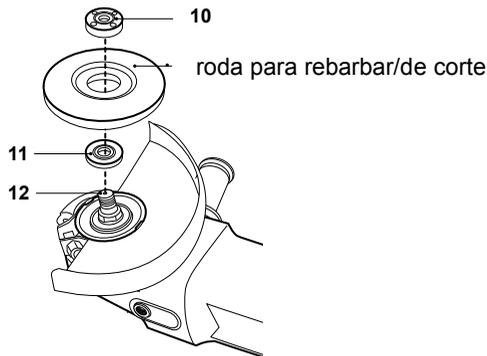

Fig. 13
3. Remova a flange de bloqueio (10) do fuso (12).
4. Segurando o produto com o fuso virado para cima, insira a flange de apoio (11) no fuso e assegure que está bem posicionada. As duas secções planas trabalhadas à máquina têm de estar viradas para o produto e localizadas na posição apropriada no fuso (12).
5. Coloque a roda no fuso (12) com a etiqueta virada para o produto. O orifício na roda deve estar posicionado no fuso (12) e encaixar firmemente na secção saliente da flange de apoio (11) (Fig. 13).